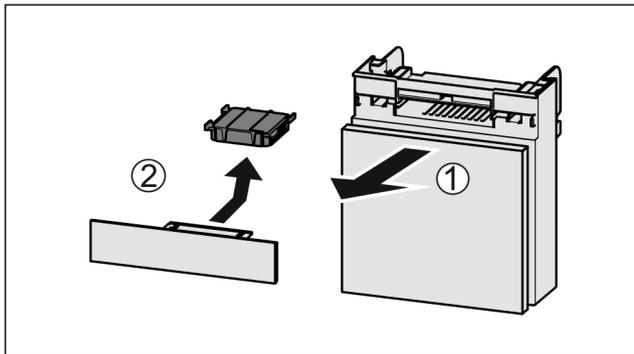

Fig. 151
- ▶ Fach nach vorne herausziehen Fig. 151 (1).
- ▶ Aktivkohlefilter entnehmen Fig. 151 (2).